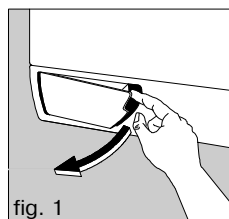

fig. 1
- Ouvrez le portillon en exerçant une pression vers la gauche. Placez dessous un récipient de faible hauteur (fig. 1 et 2).